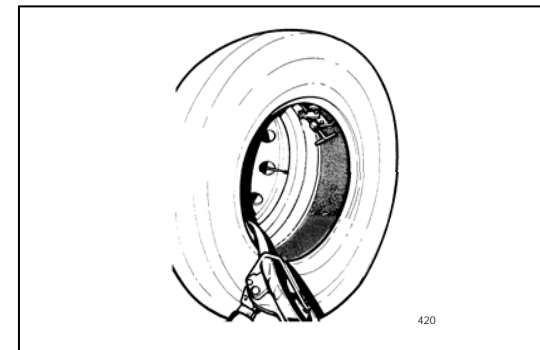

Fig.32
1. Hang the inner bead of the tire on the mounting clamp (Fig.32).
1. Poser le pneu sur l'étau de montage de façon à retenir le talon intérieur (Fig.32).
1. Den Reifen so auf die Montierklemme legen, daß der innere Wulst festgehalten wird (Abb.32).